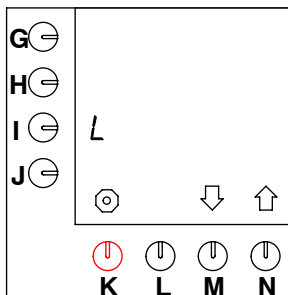

Fig. 22 1 litri (L) sono l'unità standard
- Questa è l'impostazione standard (vedere fig. 22 ).